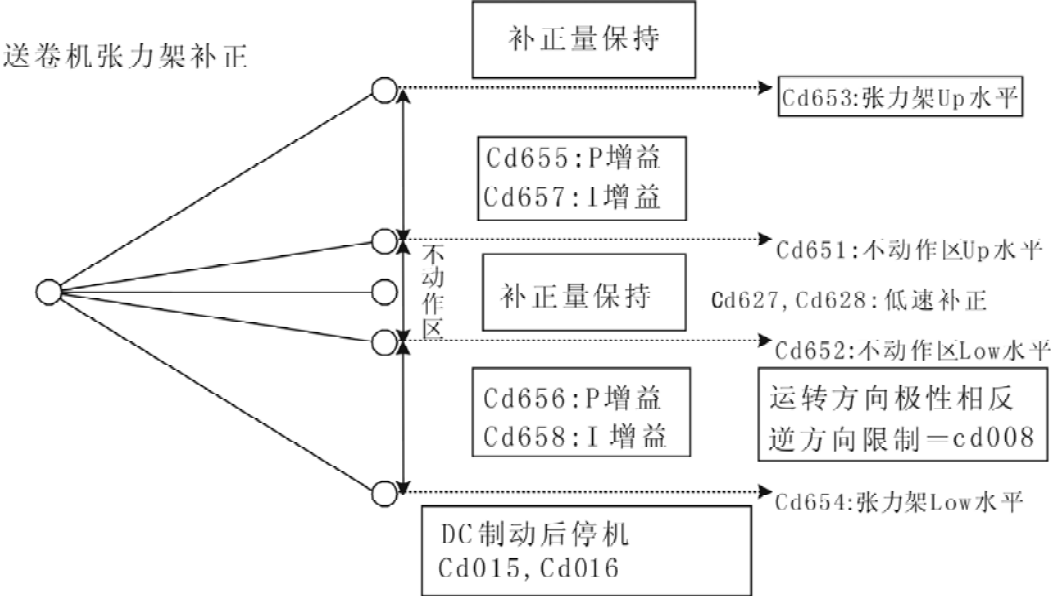

图8-7-3 送卷机/卷绕机功能的张力架补正动作
- 送卷机 / 卷绕机功能的张力架补正动作如图 8-7-3 所示。